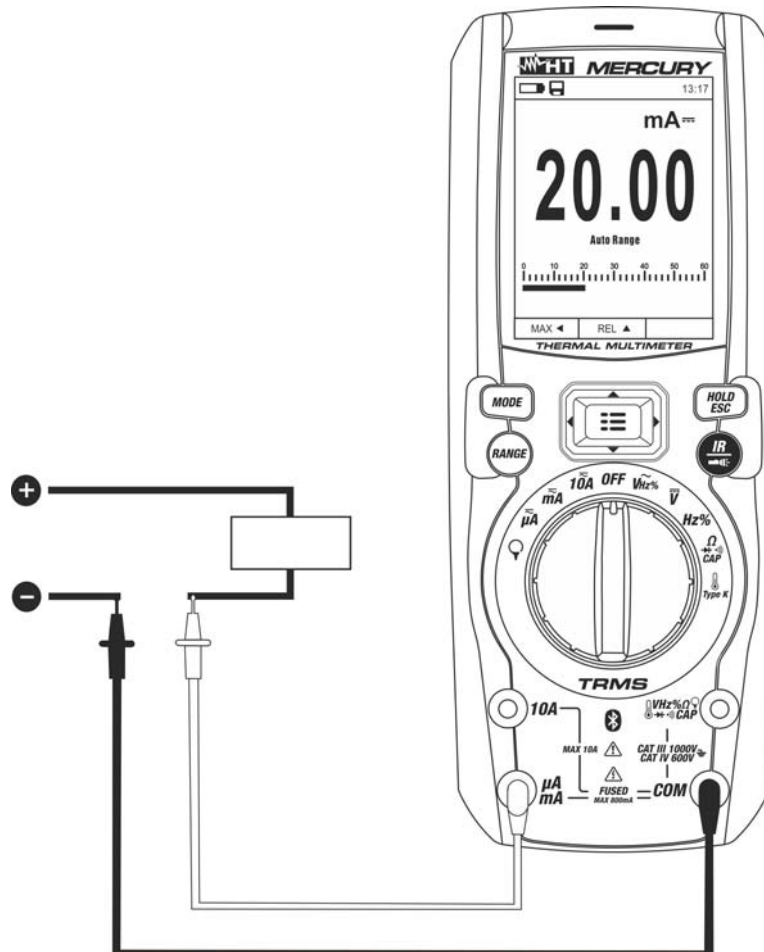

Fig. 28: Uso del instrumento para medida de Corriente CC y CA+CC
4. Conecte la punta roja y la punta negra en serie al circuito del que se quiere medir la corriente respetando la polaridad y el sentido de la corriente (ver Fig. 28)
8. La visualización del símbolo "-" en pantalla indica que la corriente tiene sentido opuesto respecto a la conexión de Fig. 28